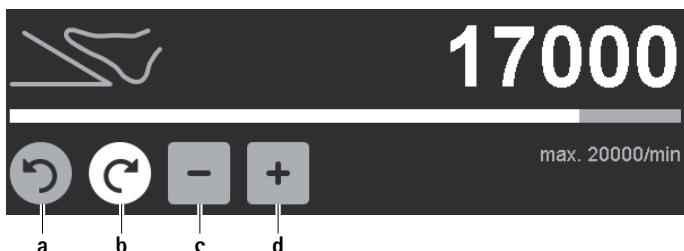

Fig. 6 Modifica del limite superiore dell'intervallo di numeri di giri/senso di rotazione
- Modificare il senso di rotazione: Attivare il tasto grigio non attivo del senso di rotazione orario/antiorario **a/b**, vedere Fig. 6.